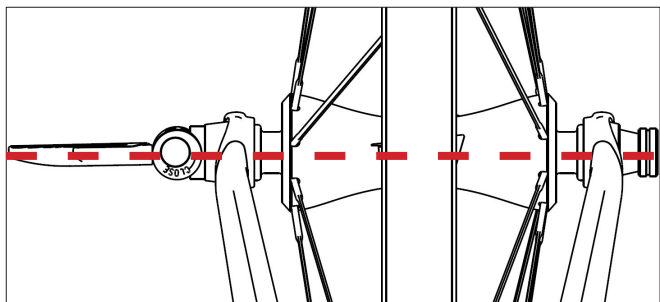

Figura 4
- Gire la palanca de manera que se sitúe paralela al eje de la rueda (**Figura 4**).